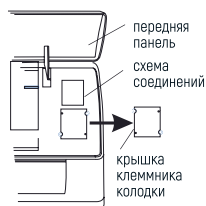

Рис. 9
2. Снимите крышку, как показано на рисунке (Рис. 9) (отвинтив винт или сломав крючки).